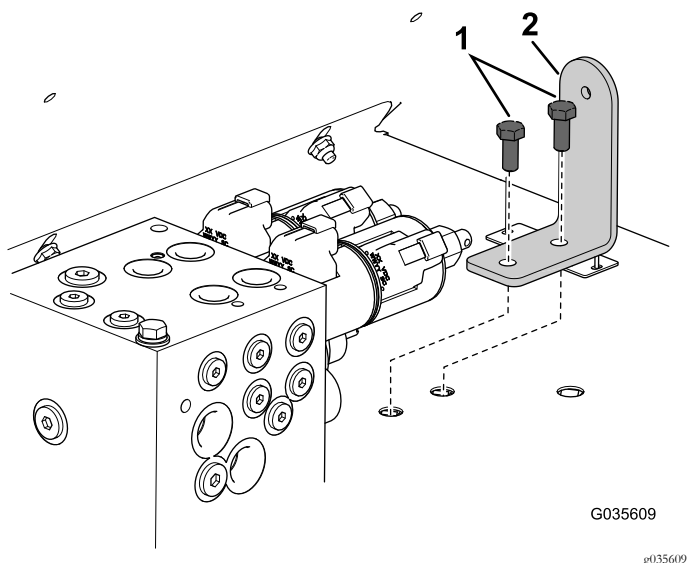

Рисунок 12
12. Установите кронштейн ручки на брызговик с помощью двух винтов (5/16 x 3/4 дюйма); см. Рисунок 12.